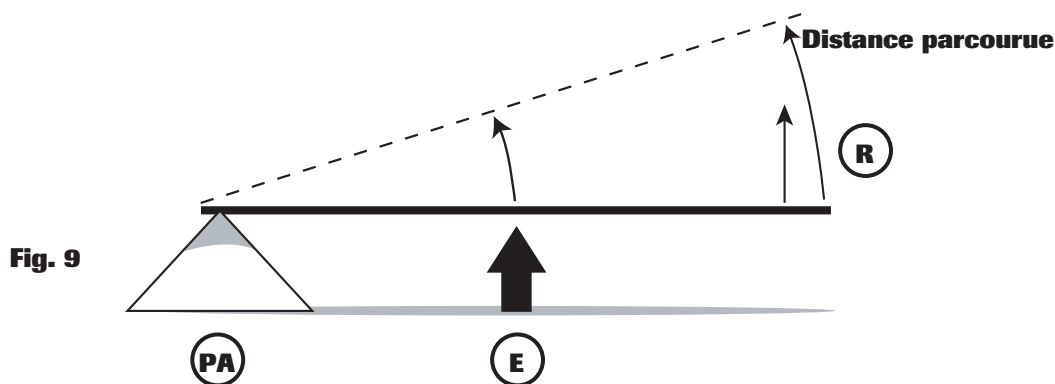

Fig. 9
- (c) Les leviers de classe 3 augmentent la distance et la vitesse lorsqu'une force est appliquée. Appliquer un effort près du point d'appui demande une grande force et le bras de levier moteur se déplace seulement sur une petite distance. Le bout du bras de levier résistant, cependant, se déplace à travers une plus grande distance, à une vitesse plus grande, mais à une force moindre. Selon la figure 9, la distance entre la résistance et le point d'appui est deux fois plus grande que celle entre le point d'appui et l'effort. La charge se déplace deux fois plus loin (pendant le même temps) que l'effort. Il faut cependant appliquer deux fois plus d'effort que si on tentait de déplacer la charge sans le levier.